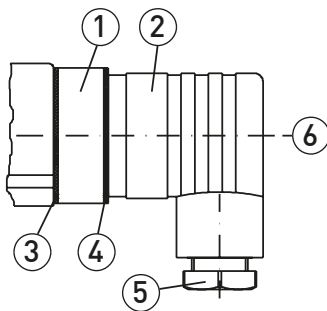
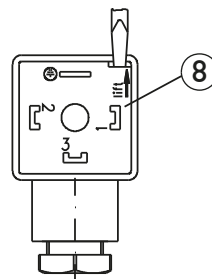

Abb. 1
Abb. 2
- Ferner müssen Sie darauf achten, dass alle Dichtungen ③, ④ und ⑨ des Steckverbinders ordnungsgemäß eingelegt sind.
- ↖ Lösen Sie die Zentralschraube ⑥ M3x35 und ziehen Sie die Leitungsdose ② vom Steckverbinder ① (→ Abb. 1).
- ↖ Entfernen Sie die Zentralschraube ⑥ aus der Leitungsdose ②.
- ↖ Öffnen Sie das Innenteil ⑧ der Leitungsdose mit einem Schraubendreher oder einem ähnlichen Werkzeug (→ Abb. 2).